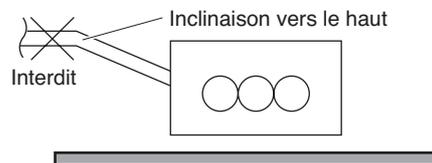

Fig. 3-67
- **N'installez pas le tube en l'inclinant vers le haut par rapport à l'orifice de raccordement, car les condensats refouleraient et fuiraient même lorsque l'unité ne fonctionne pas. (Fig. 3-67)**